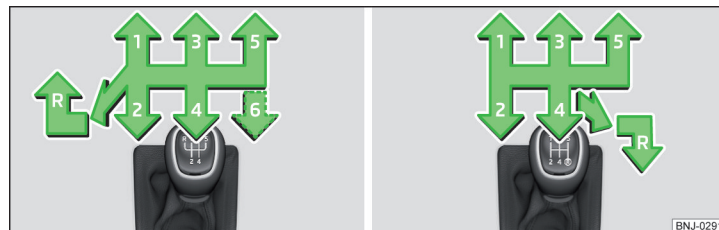

Fig. 119 Schema marce: Variante 1 (cambio a 5 / 6 marce) / variante 2 (cambio a 5 marce con motore 1,0 l MPI)
Sulla leva del cambio è raffigurato lo schema marce delle singole posizioni delle marce » fig. 119.
- Premere completamente la leva del cambio a sinistra e quindi in avanti in posizione **R** » fig. 119.